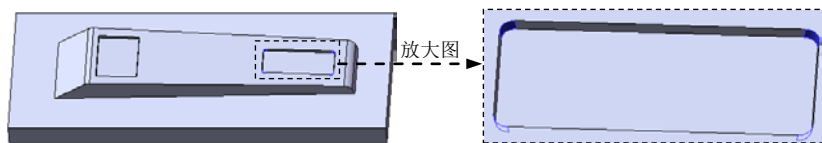

图 12.2.17 圆角 2
Step10. 创建图 12.2.17 所示的圆角 2。
(1) 选择命令。选择下拉菜单 **插入(I)** → **特征(F)** → **圆角(U)...** 命令 (或单击  按钮), 系统弹出“圆角”对话框。